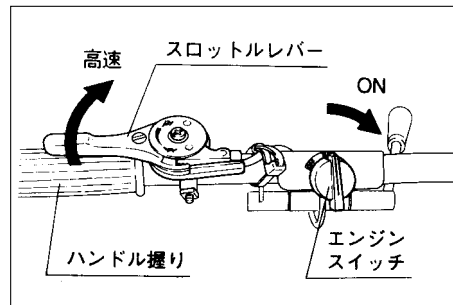

図10
2. スロットルレバーを高速にする。(図10)
3. エンジンスイッチを「ON」にする。(図10)